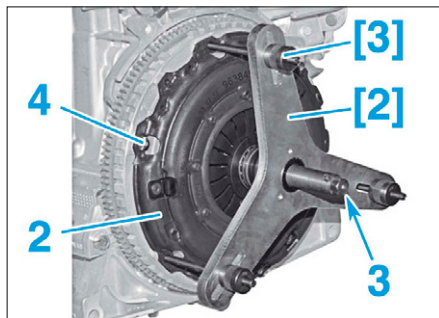

FIG. 4
- Sans déposer l'outil [1], placer les outils [2] et [3] (Fig.4).
- Comprimer le mécanisme d'embrayage (2) de 10 mm en agissant sur la vis centrale (3).
- Reposer les 3 premières vis (4).
- Détendre le mécanisme d'embrayage (2) en agissant sur la vis centrale (3) et déposer les outils [1], [2] et [3].
- les vis (4) restantes,